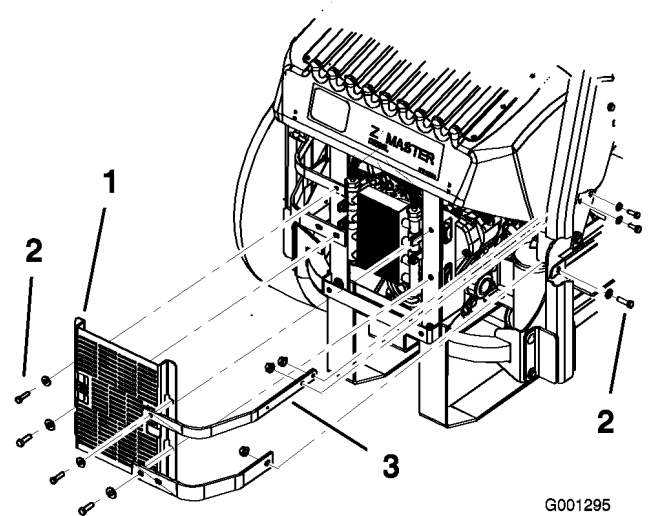

Bild 61
3. Entfernen Sie die vier Schrauben, mit denen die Ölkühlerabdeckung hinten am Rahmen befestigt ist (Bild 61).
4. Nehmen Sie die drei Schrauben ab, mit denen die Motorriemen seitlich an der Maschine befestigt sind (Bild 61).
12. Montieren Sie die Ölkühlerabdeckung und die Motorriemen mit den vier vorher entfernten Schrauben am hinteren Rahmen (Bild 61).
13. Montieren Sie die Motorriemen seitlich an der Maschine (Bild 61).